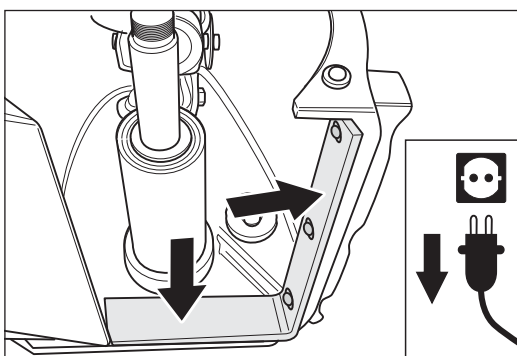

Abb. 77 Der Dichtfilz darf nicht beschädigt sein. Gegebenenfalls muss er ersetzt werden!
- Beachten Sie, dass der Dichtfilz nicht beschädigt oder abgenutzt ist! Berührt der Dichtfilz bei abgelassener Schleifwalze nicht mehr den Boden, sollte er ersetzt werden (Abb. 77)!